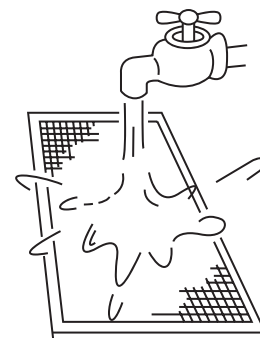

Рис. 6-4
- При очистке водой фильтр должен лежать стороной притока воздуха вниз (см. рис. 6-4).